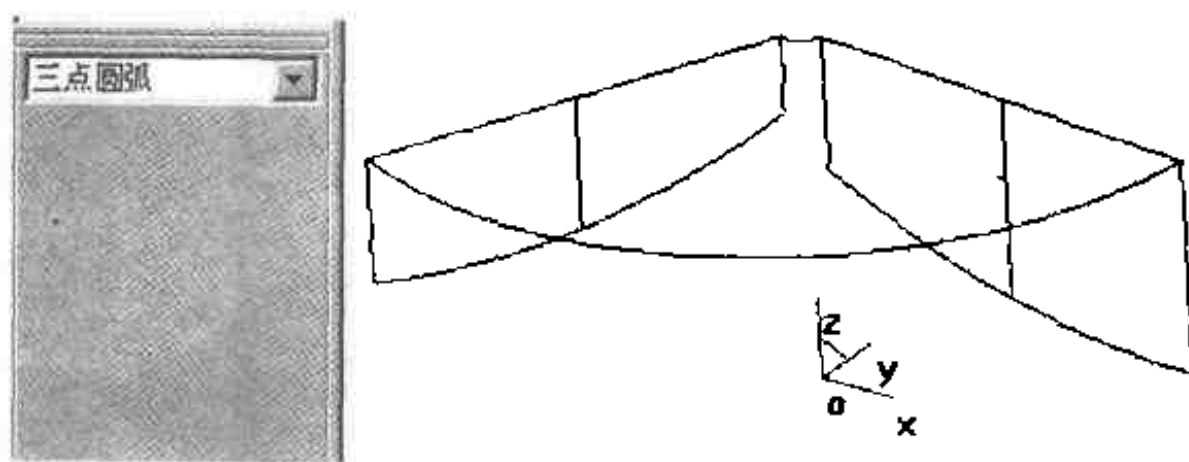

图 2.107 生成 3 点圆弧
- (5) 用三点圆弧，捕捉直线端点，做如图 2.107 所示的图形。